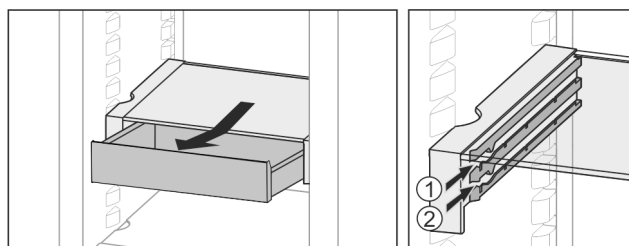

Fig. 27
- Zasuňte v libovolné výšce Fig. 27 (1) nebo Fig. 27 (2).